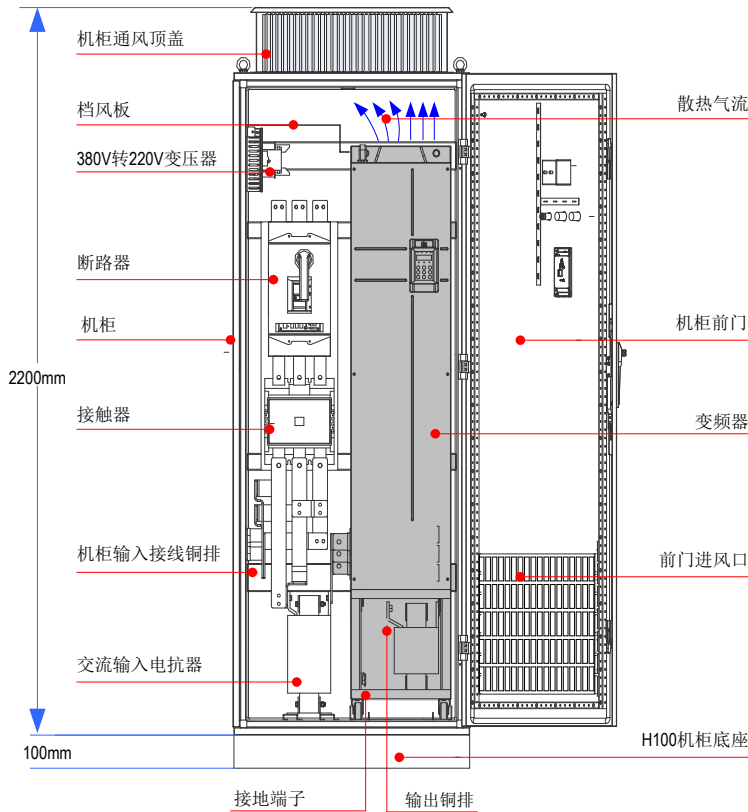

图 3-14 机柜布局推荐
- 在柜内安装时，请参照机柜布局示意图（如下图 3-14 所示），机柜框架为 2200*800*600（单位 mm，含 H200 机柜通风顶盖），为了确保机柜的安装，必须加上 H100 的机柜底座。要在柜内顶部安装挡风板，防止 CP300 散热气流在柜内循环，在柜门下部必须开进风通风孔；